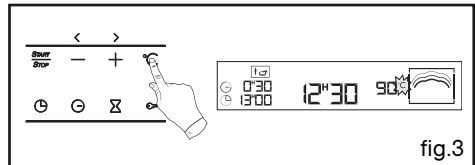

fig.3
• *Rooster (fig.3)*
- Druk op de toets °C, het symbool "°C" knippert (fig.3).